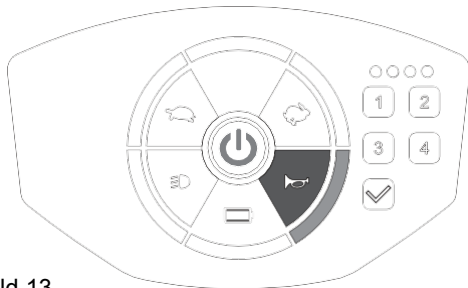

Bild 13
- Tryck på signalhornsknappen för summertonen ska ljuda. Summertonen ljuder och lampan lyser tills du släpper upp signalhornsknappen. (Bild 13)